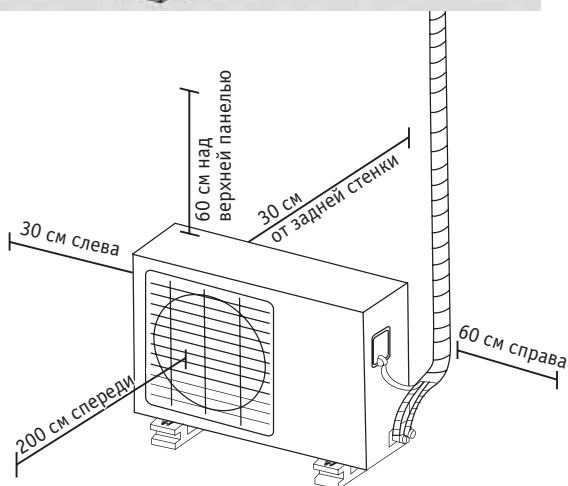

Рис. 15
- Соответствовать всем требованиям по зазорам, показанным на рис. 15.